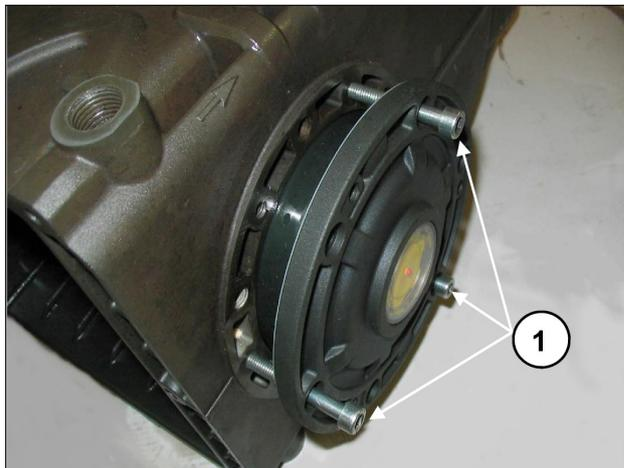

Рис. 8
Для упрощения введения первого участка и запрессовки крышек на картере рекомендуется использовать 3 винта М6 х 40 с неполной резьбой, (Рис. 8, поз. ①), а затем завершить операцию с помощью винтов (М6х16), которые входят в комплект поставки.
Для приближения обеих боковых крышек к картеру можно использовать 3 винта М6х40 для первоначального ориентирования, как уже было показано ранее на Рис. 8, а затем уже винты, предусмотренные для окончательного крепления.